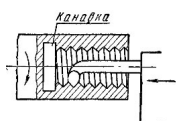

Рис. 226 Канавка для выхода резьбового резца при нарезании внутренней резьбы
**Канавки для выхода резьбового резца.** При нарезании как наружной, так и внутренней резьбы у деталей с уступами необходимо предусматривать канавки для выхода резца, чтобы предохранить его от поломки (рис. 226 и 227). Глубина канавки должна быть немного больше глубины резьбы, а ширина канавки должна равняться 2-3 шагам резьбы.